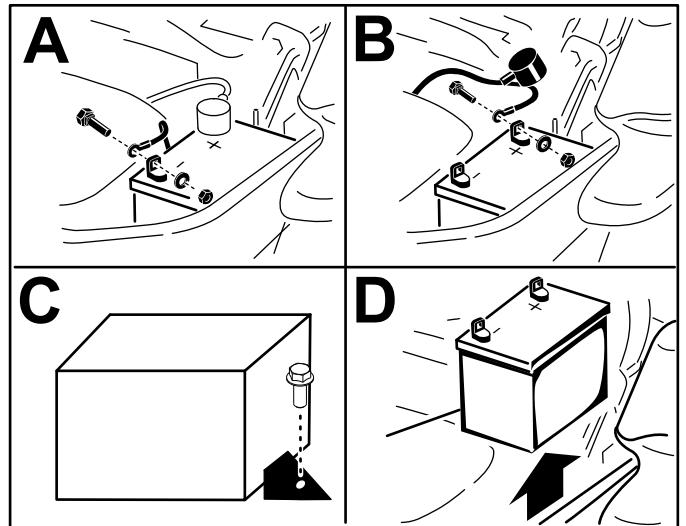

Figura 62
5. Remova a bateria como se mostra na Figura 62.